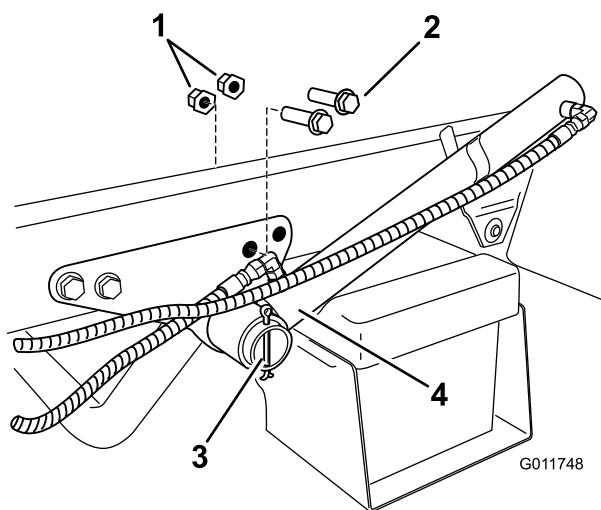

Figura 7
1. Localize e retire os 2 parafusos traseiros e porcas flangeadas no suporte do cilindro de elevação (Figura 7).